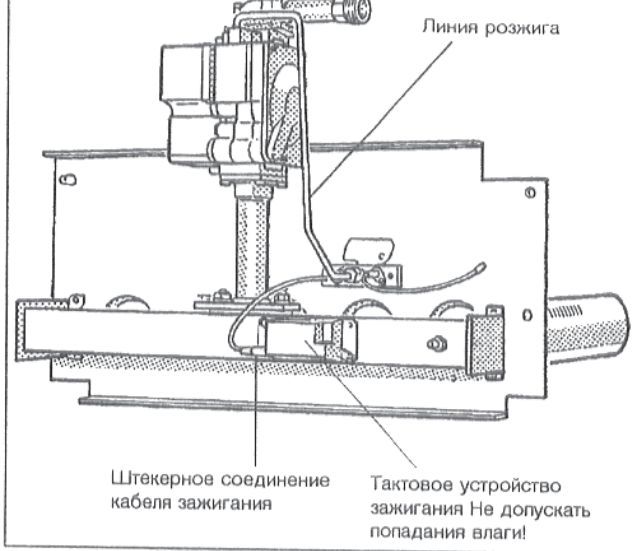

Рис. 33: Газовая горелка
зажигания на тактовом устройстве зажигания (Рис. 33).
- Снять линию розжига с горелки розжига (Рис. 33).
- Ослабить по два винта на горелке розжига и осторожно вынуть горелку розжига (Рис. 33).
- Погрузить стержни горелки в воду с моющим средством и очистить их щеткой. При этом следить за тем, чтобы не произошло намокание теплоизоляции на щите горелки и тактового устройства зажигания! При необходимости отвинтить тактовое устройство зажигания (Рис. 33).